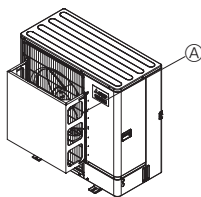

Fig. 2-3
- ② Установите дополнительный воздуховод, если прибор установлен в месте, где сильный ветер от тайфуна и т.д. может попасть непосредственно в вентиляционную решетку. (Fig. 2-3)